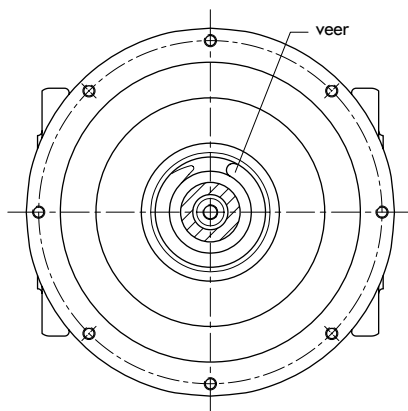

Fig. 4 · Uitrichten van de veer
4. Vlakke afdichting (1.1) in de behuizing leggen. Bovendeel ventiel (5) op de behuizing plaatsen. Bij uitvoering "veersluitend" moet daarbij de klepstang worden opgetild en voorzichtig door de stopbus worden geleid. Bovendien ventiel met moeren (1.2) gelijkmatig vastschroeven. Contraoer (3.2) tot draadeinde op de klepstang schroeven, ring (3.3) plaatsen.
5. Veer (5.5) in het bovendeel van het ventiel leggen en conform fig. 4 uitrichten. Veerschotel (5.6) met de hand op de klepstang schroeven tot deze op de veer aanligt. Nok van de veerschotel zodanig uitrichten, dat deze over de uitsparing van de membraanschaal ligt.